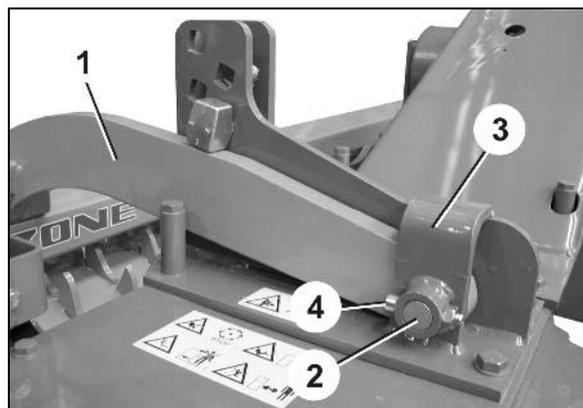

Fig. 49
Les rouleaux sont fixés sur l'outil de préparation du sol par 2 bras support (Fig. 49/1).
3. En utilisant les axes (Fig. 49/2), fixez les bras support (Fig. 49/1) du rouleau dans les supports d'appui (Fig. 49/3) de l'outil de préparation du sol et goupillez en sécurité en utilisant une vis et un écrou (Fig. 49/4)..
2. Desserrez les vis avec écrous (Fig. 49/4), tirez les axes (Fig. 49/2) des bras support.